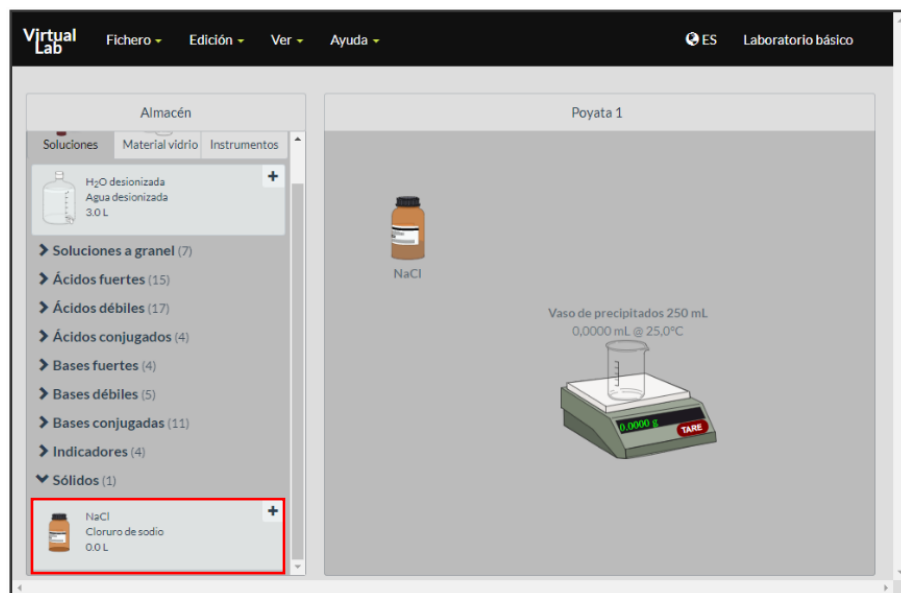

Figura 5. Simulador *Making stock solutions from solids*.
5. Seleccione **Soluciones > Sólidos > Cloruro de sodio (NaCl)** (figura 5).